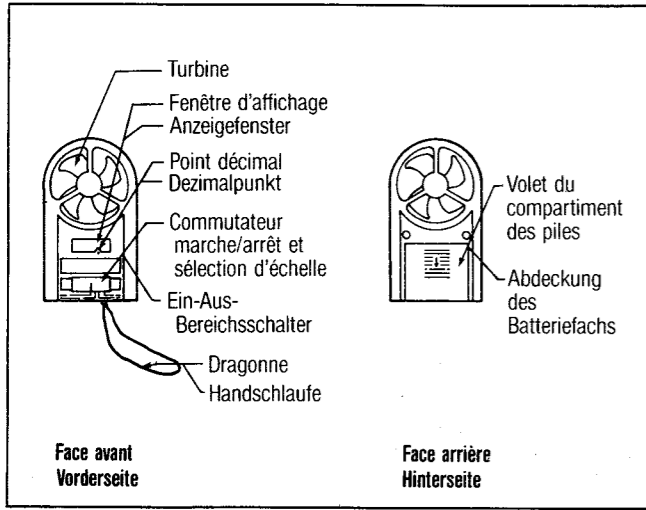

Figure 1 Abbildung 1
2. Sélectionner l'échelle désirée à l'aide du commutateur coulissant. Se référer à la figure 1. L'appareil affiche la vitesse correcte du vent au bout de 4 secondes environ. Si le vent n'est pas assez fort pour faire tourner la turbine, l'instrument affiche 000 ou 001.